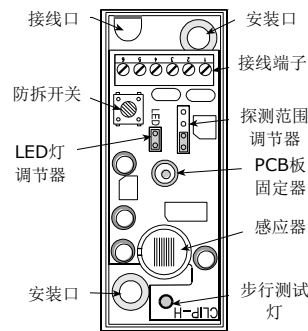
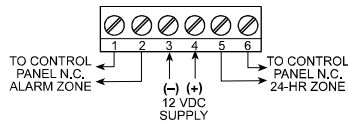
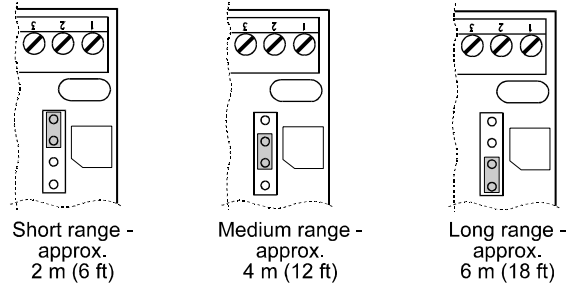

图 9. CLIP-4N内部示意图
图 10. 终端电阻的接线
图 11. 探测范围的跳线设置
- 根据覆盖范围选择合适的安装位置与安装高度，通过2个安装口固定带有PCB板的底板（如图9所示）。
对该探测器进行接线时，请利用探测器左上方的接线口（如图9所示）。因为该接线口是有棱角的，根据这种特殊的安装要求，通常采用通过底板后方或底板顶部来进行接线的方式。如图10所示，按照以下顺序来实现接线。：
一个3插口的跳线设置可选择3种不同的探测范围（如图11所示）。若选择相应的探测范围，只需将相关的终端用跳线连接在一起即可（如图9所示）。